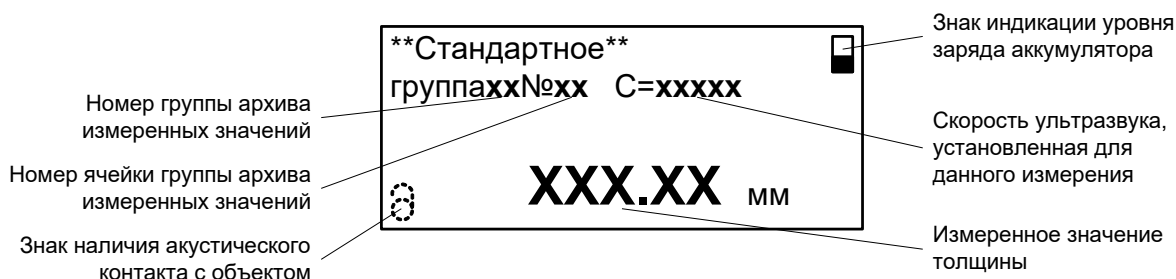

Рис.4. Вид окна «Стандартное».
2.3.3.1. Вид окна индикации измерения и записи в архив значения толщины в подрежимах **Стандартное** и **Экспресс** приведен на рис.4.